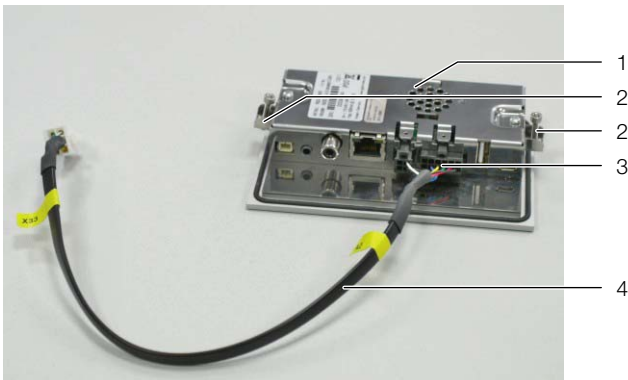

Рис. 47: Подготовка графического дисплея
- Установите крепления с помощью винтов (рис. 47, поз. 2) слева и справа на дисплей.
- Подключите кабель подключения (рис. 47, поз. 4) снизу к дисплею (рис. 47, поз. 3).